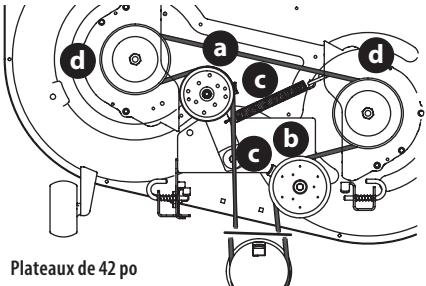
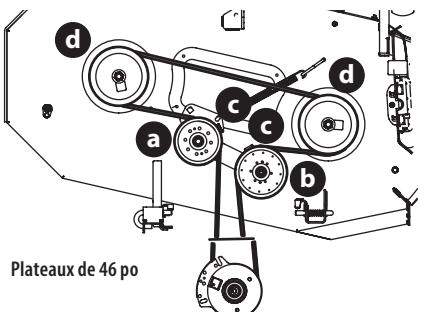
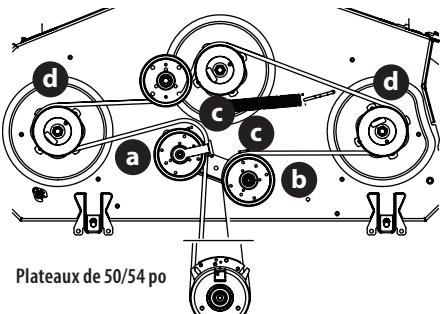
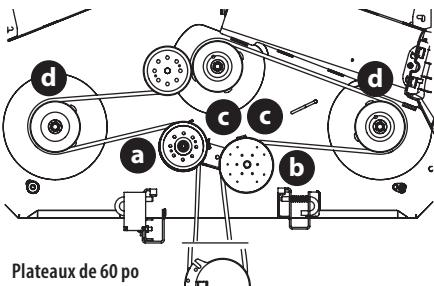

Figure 47
Figure 48
Figure 49
Figure 50
- Desserrez, mais ne retirez pas le matériel du galet tendeur droit (a) et gauche (b). Consultez cette page pour les plateaux de 42 pouces (Figure 47), les plateaux de 46 pouces (Figure 48), les plateaux de 50 et 54 pouces (Figure 49) et les plateaux 60 pouces (Figure 50 à la page 109).